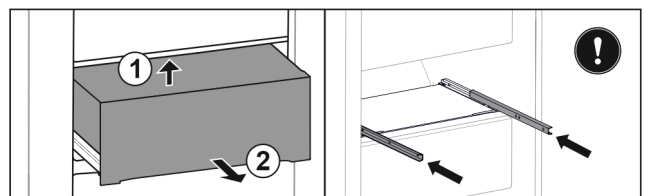

Fig. 54
- ▶ Levante el cajón hacia atrás. Fig. 54 (1)
- ▶ Extraiga el cajón hacia delante. Fig. 54 (2)